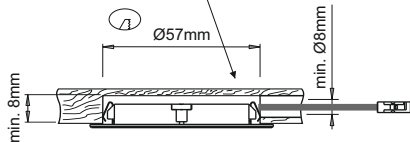

Fig 1
- To flush mount the device, bore a $\varnothing 57\text{mm}$ hole $\geq 8\text{mm}$ deep on the installation surface and then, if necessary, bore a $\varnothing \geq 8\text{mm}$ exit hole for the power supply cable as illustrated in figure 1.
- Für den Einbau der Leuchte eine Bohrung mit $\varnothing 57$ mm und einer Tiefe von ≥ 8 mm auf der Montagefläche ausführen und ggf. für den Austritt des Netzkabels eine Bohrung mit $\varnothing \geq 8$ mm ausbilden (Abb. 1).
- Pour l'encastrement de l'appareil, pratiquer un trou de $\varnothing 57\text{mm}$ et d'une profondeur $\geq 8\text{mm}$ sur le plan de montage et, si besoin, pratiquer pour la sortie du câble d'alimentation un trou de $\varnothing \geq 8\text{mm}$ comme indiqué sur la figure 1.